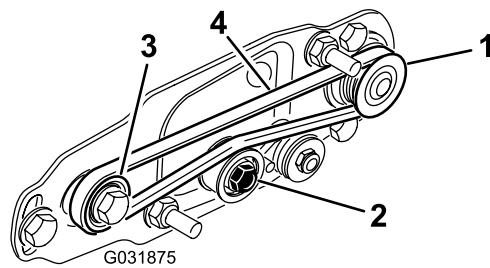

Bild 26
- A. Verlegen Sie den Riemen um die Antriebsscheibe und dann über die Oberseite der Spannscheibe (Bild 26).
- B. Verlegen Sie den Riemen von der Antriebsriemenscheibe ausgehend (Bild 26).